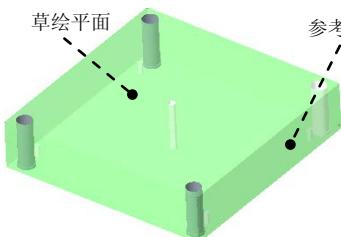
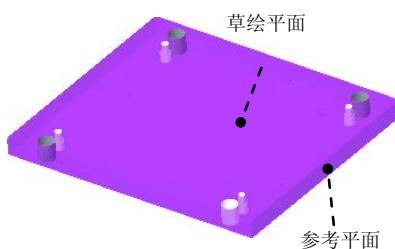
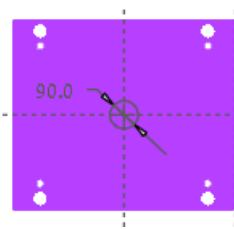
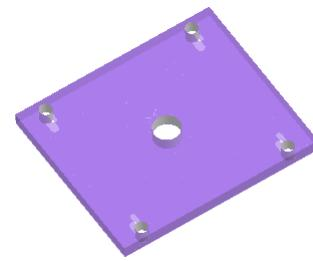

图 30.42 定义草绘平面
图 30.45 定义草绘平面
图 30.46 截面草图
图 30.47 编辑动模座板
Step2. 定义定模元件。在模型树中选择 **EMX_CAV_PLATE_FH001.PRT** 并右击，然后在系统弹出的快捷菜单中选择 **拉伸** 命令，系统转到零件模式下；单击 **模型** 功能选项卡 **形状** 区域中的 **拉伸** 按钮，此时系统弹出“拉伸”操控板；选取图 30.47 所示的表面为草绘平面，然后选取图 30.42 所示的表面为参考平面，方向为 **右**。单击 **草绘** 按钮，进入草绘环境，绘制图
Step3. 定义动模座板。在模型树中选择动模座板 **EMX_CLP_PLATE_MH001.PRT** 并右击，然后在系统弹出的快捷菜单中选择 命令，系统转到零件模式下；单击 **模型** 功能选项卡 **形状** 区域中的 按钮，此时系统弹出“拉伸”操控板；选取图 30.45 所示的表面为草绘平面，然后选取图 30.45 所示的表面为参考平面，方向为 **右**。单击 **草绘** 按钮，进入草绘环境；绘制图 30.46 所示的截面草图 (一个圆)；完成截面的绘制后，单击“草绘”操控板中的“确定”按钮 ；在操控板中选取深度类型 ，单击“切除材料”按钮 ；在“拉伸”操控板中单击 按钮，完成特征的创建，结果如图 30.47 所示；选择下拉菜单 **文件** **关闭(C)** 命令。